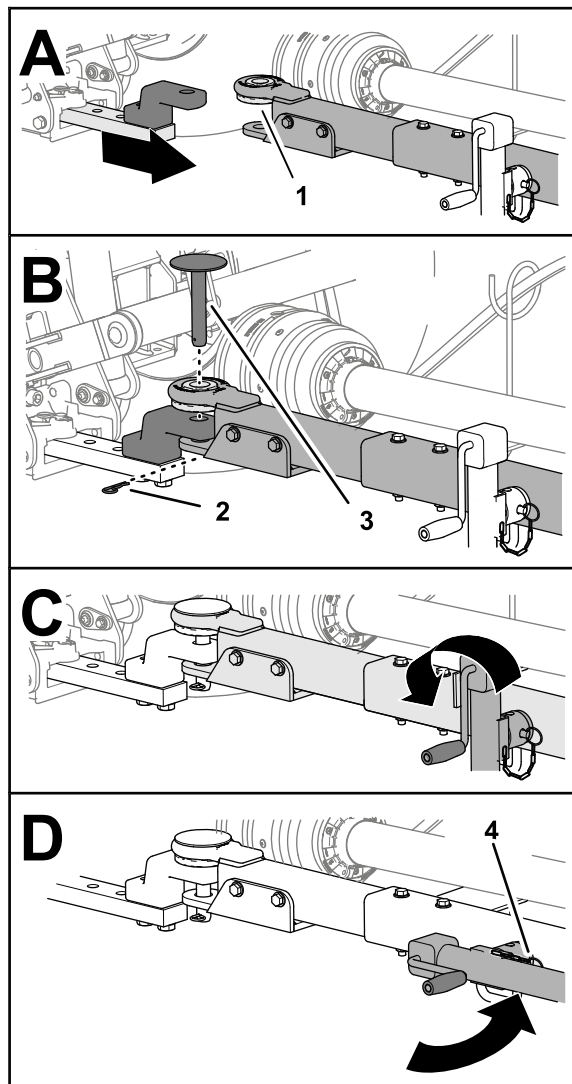

Figura 29
attraverso i fori nella barra di traino e nel timone e fissate il perno con la coppia (Figura 29).
6. Sollevate completamente il martinetto (Figura 29).
7. Rimuovete il perno che fissa il martinetto alla barra di traino, ruotate in orizzontale il martinetto e fissate il martinetto sulla barra di traino con il perno (Figura 29).